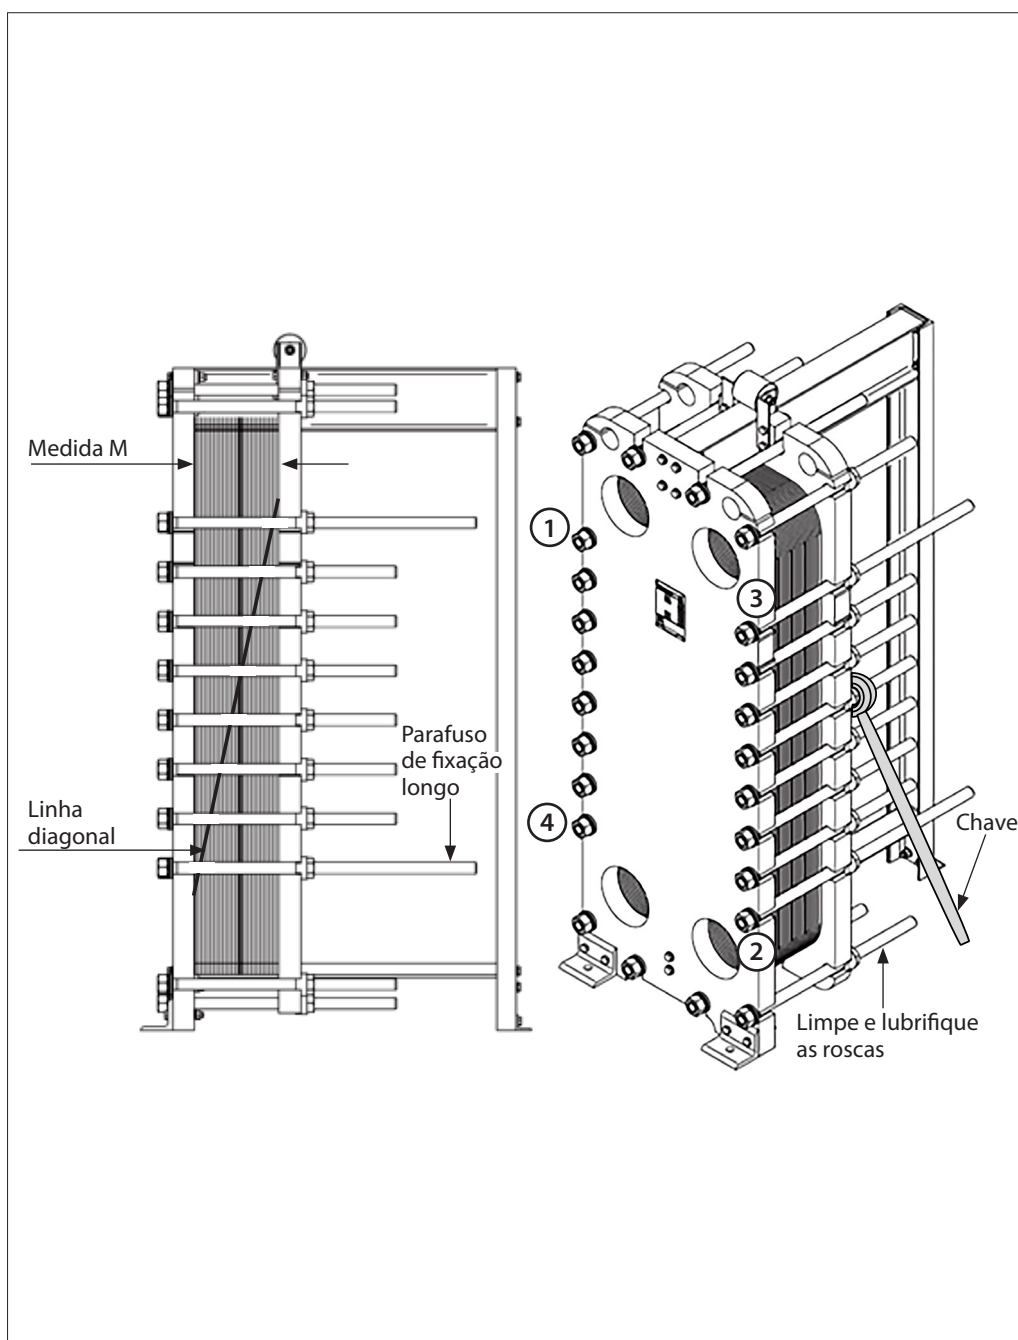

Fig. 10. Abrindo o trocador de calor por placas
- Marque o pacote de placas antes de abrir. Isto pode ser feito com uma linha em diagonal (ver fig.10), ou numerando cada placa individual em sequência
- Solte os parafusos longos de fixação uniformemente, na ordem numerada 1, 2, 3, 4 (fig. 10); ou seja, o seguidor deve ter um movimento de abertura paralelo